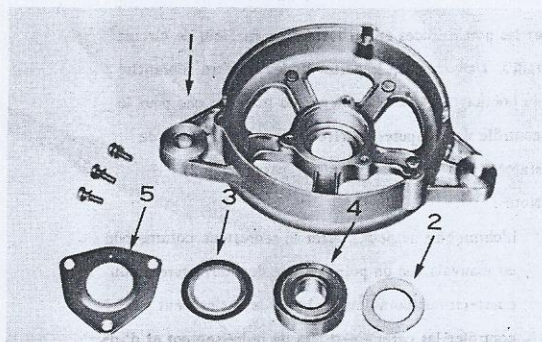

Fig. 6-57 Assemblage du palier avant
3. Monter le roulement dans le palier avant de la manière et dans l'ordre suivants. Monter la rondelle feutre (2), l'appui de rondelle de feutre (3), dont la face convexe doit être orientée vers la poulie, sur le palier avant.(1). Bourrer le roulement (4) de graisse universelle, et mettre le roulement en place. Ensuite, poser le couvercle de roulement (5) en le fixant avec les trois vis de montage (voir Fig. 6-57).